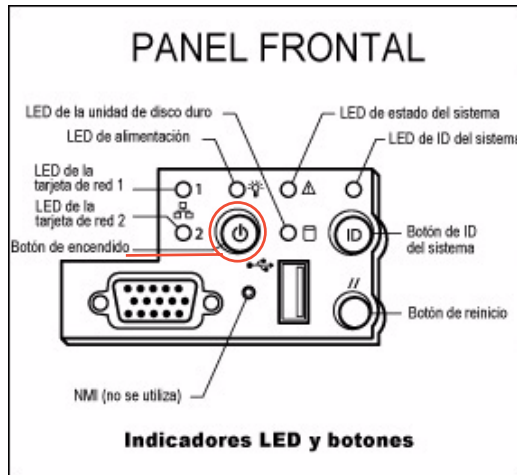

FIGURA 3-12 Detalles del botón de encendido y el panel delantero
7. Pulse el botón de encendido (FIGURA 3-12) del panel frontal (detrás de la placa frontal).